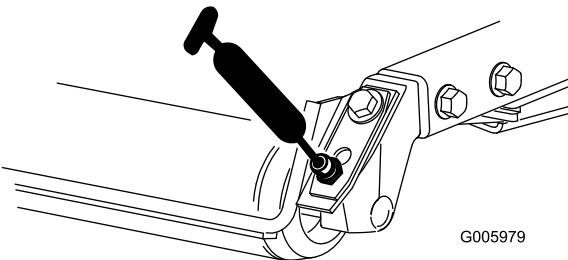

図 24
- 後ローラのベアリング各カッティングユニットに2ヶ所 図 24